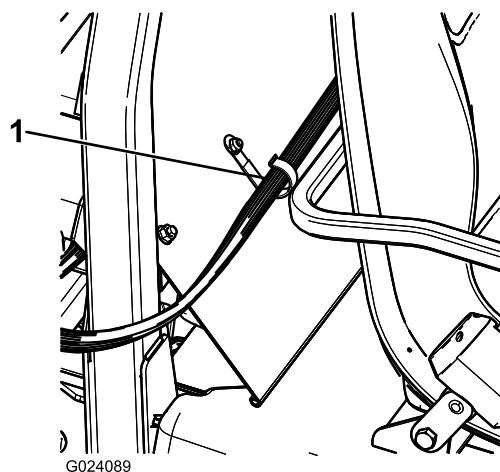

Figura 22
2. Monte um grampo em forma de J por detrás do banco do passageiro utilizando um parafuso ($\frac{1}{4}$ pol. x $\frac{1}{2}$ pol.) e uma porca flangeada ($\frac{1}{4}$ pol.) (Figura 22).
3. Prenda a cablagem da consola à consola e à cobertura do sistema de proteção contra capotamento utilizando grampos em forma de J (Figura 22).